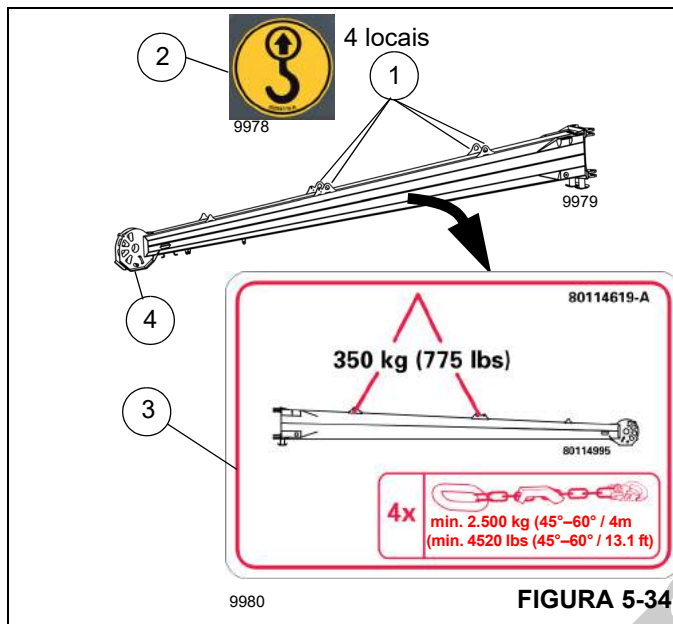

FIGURA 5-34
A seção volante possui quatro pontos de fixação definidos (1, Figura 5-34). Os adesivos (2) marcam os pontos de fixação. O adesivo de informações de peso (3) mostra informações sobre o peso do inserto da treliça e o equipamento de elevação necessário. Amarre um cabo de apoio à extremidade da seção volante (4) conforme necessário para guiar a seção durante as operações de elevação.